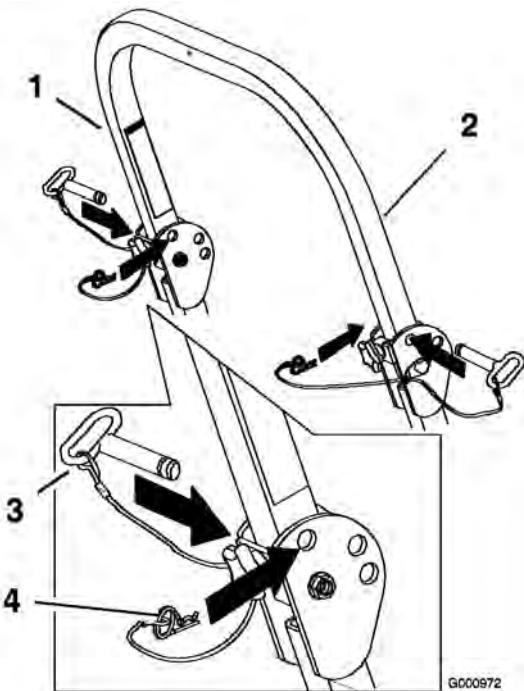

Figure 8
- Retirez les goupilles fendues puis les deux axes (Figure 8).
- Posez les deux axes et fixez-les avec les goupilles fendues (Figure 8).
- Pour relever l'arceau de sécurité, retirez les goupilles fendues puis les deux axes (Figure 8).
- Relevez complètement l'arceau de sécurité puis insérez les deux axes et fixez ces derniers avec les goupilles fendues (Figure 8).